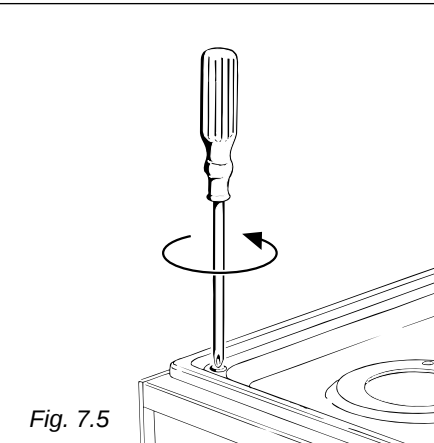

Fig. 7.5
- soulever la table de travail en dévissant les 2 vis à l'avant (fig. 7.5).